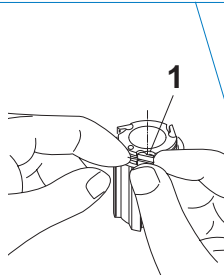

Fig. 85
• Rimuovete la molla (prestando attenzione a non deformarla) sollevando leggermente il cricchetto 1 (Fig. 85), sfilate i cricchetti e se necessario effettuate la sostituzione, inserite la parte piegata della molla nel foro del porta-cricchetti e quindi fermate i cricchetti con la molla.
• Remove the spring (taking care not to damage it) by slightly lifting pawl 1 (Fig. 85). Slide out the pawls and replace them if necessary; insert the bent part of the spring in the pawl carrier hole and then lock the pawls with the spring.
• Die Feder abnehmen (darauf achten, diese nicht zu beschädigen) und dabei die Klinke 1 (Abb. 85) leicht anheben, die Klinken herausziehen und falls notwendig diese ersetzen; die gebogene Seite der Feder in die Bohrung des Klinkenträgers einführen und dann die Klinken mit der Feder blockieren.
• Enlevez le ressort (en veillant à ne pas le déformer) en soulevant légèrement le cliquet 1 (Fig. 85), enlevez les cliquets et, si nécessaire, remplacez-les; introduisez la partie pliée du ressort dans le trou du porte-cliquets puis fermez les cliquets avec le ressort.
• Quitar el muelle (con cuidado para no deformarlo) levantando un poco la carraca 1 (Fig. 85), extraer las carracas y, de ser necesario sustituirlas, meter la parte doblada del muelle en el orificio del portacarracas y luego bloquear las carracas con el muelle.
• Verwijder de veer (let op dat u hem niet beschadigt) door voorzichtig pal 1 (fig. 85) op te tillen. Haal alle pallen eruit en vervang ze indien noodzakelijk; plaats de veer in de paldrager en sluit de pallen op in de veer.